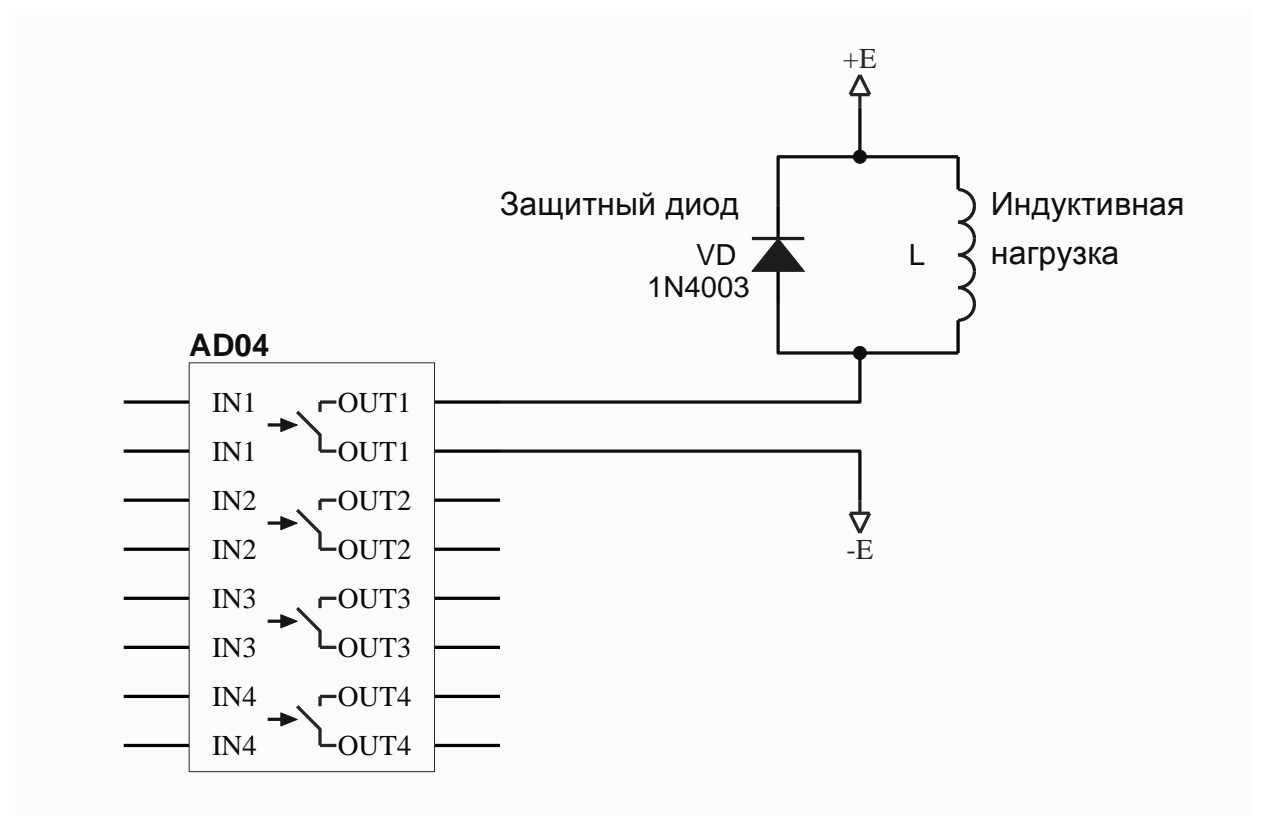

Рис. 2.1
**Внимание.** При коммутации индуктивных нагрузок следует использовать защитные диоды (рис. 2.1).